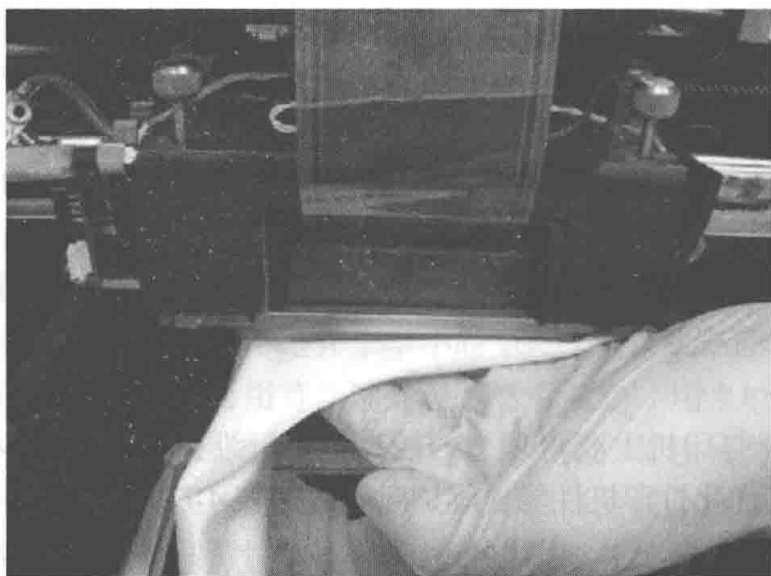

图 4-70 清理打印头
(1) 准备, 异丙醇 (IPA) 或乙醇, 一次性清洁手套, 提供的清洁布或同类物品, 镜子。
(2) 从选项菜单启动打印头清理向导, 并根据向导提示进行操作。
(3) 将镜子置于成型托盘上, 戴上手套, 用酒精浸泡清洁布, 以前后移动的方式清理孔板如图 4-70 所示, 用镜子确保用户清除了所有残余材料。清理以后, 确认向导提示, 并关闭机盖。